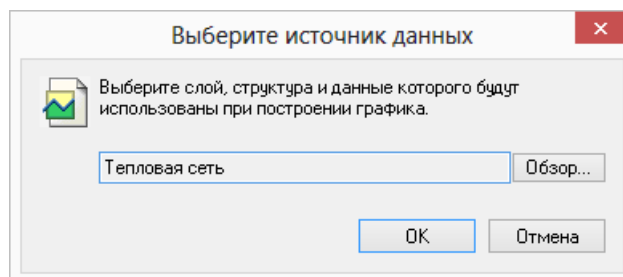

Рисунок 17.11. Окно выбора слоя
2. Нажмите кнопку редактора шаблона  и выберите слой редактируемого пьезометрического графика (смотрите Рисунок 17.11, «Окно выбора слоя»).